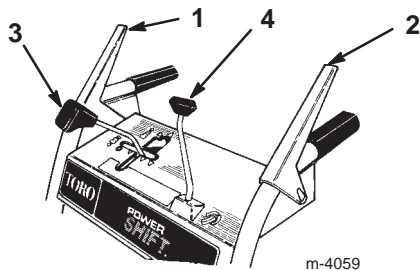

Bild 13
- **Betätigungshebel für Schnecken-/Gebläseantrieb** (Bild 13)—Drücken Sie, um Schnecke und Gebläse zu aktivieren, den Hebel gegen den rechten Handgriff. Lassen Sie den Hebel zum Beenden los.
- **Fahrtriebshebel** (Bild 13)—Drücken Sie zur Betätigung des Fahrtriebs (Radantrieb) den Hebel gegen den linken Griff. Lassen Sie den Hebel zum Auskuppeln los.
- **Schalthebelsteuerung** (Bild 13)—Diese Steuerung verfügt über eine Leerlaufstellung, vier Vorwärtsgänge und zwei Rückwärtsgänge. Damit wird auch die Power Shift-Steuerung für die Räder gelenkt. Stellen Sie den Hebel in die gewünschte Position, um die Gänge zu wechseln.
- **Betätigung für den Auswurfkanal** (Bild 13)—Bewegen Sie die Betätigung des Auswurfkanals im Uhrzeigersinn, um den Auswurfkanal nach rechts zu bewegen, und entgegen dem Uhrzeigersinn, um den Kanal nach links zu drehen.
3. Lösen Sie den Betätigungshebel für Schnecke/Gebläserad und den Fahrtriebshebel (Bild 13).
1. Lassen Sie den Fahrtriebshebel los (Bild 13).